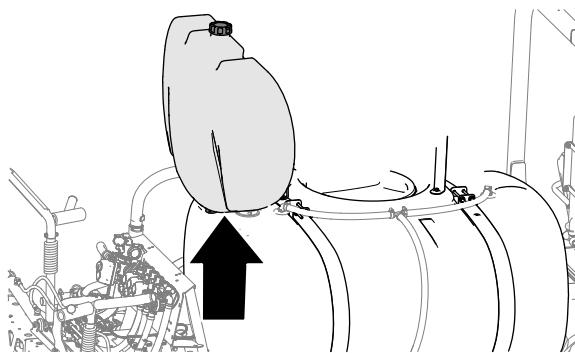

**Figura 4**
5. Retire los 2 pernos, las 4 arandelas y las 2 contratuerzas con arandela prensada que fijan los 2 soportes de sujeción del depósito de enjuague al bastidor de la válvula y retire los soportes de sujeción (**Figura 4**).
enjuague al bastidor de la válvula y retire los soportes de sujeción (**Figura 4**).